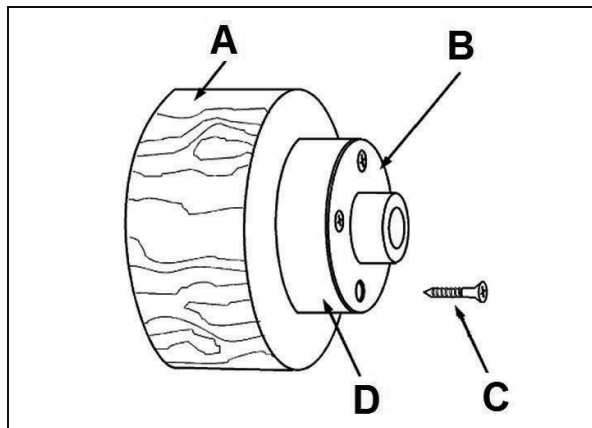

Fig. 26
Fixer la pièce à usiner (A, Fig. 26) avec 4 vis à bois (C) par derrière directement sur le plateau circulaire.